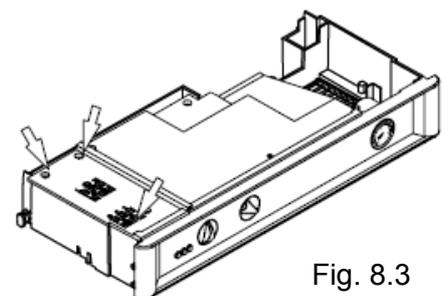

Fig. 8.3
6. Desapertar os parafusos e retirar a tampa da régua de ligações, fig. 8.3.